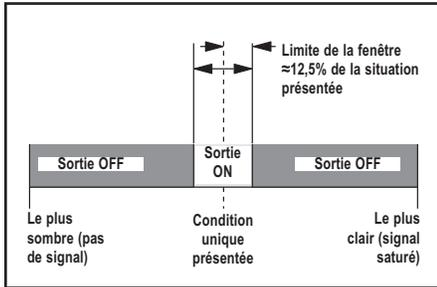

Figure 7. Paramétrage mode fenêtre (fonctionnement clair illustré)
- une fenêtre de la condition ON est définie environ 12,5% au-dessus et en dessous de la condition présentée quand le fonctionnement clair est sélectionné (voir Figure 7). Les conditions de sortie ON et OFF peuvent être inversées en modifiant le réglage de fonctionnement clair et sombre (voir ci-dessous)